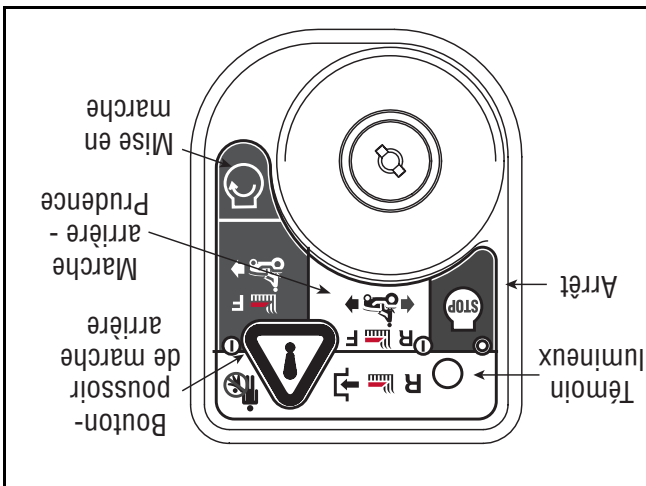

Figure 9
2. Déplacez la clé de la position « **NORMAL MOWING** » (Verte) (Tonte normale) à la position « **REVERSE CAUTION MODE** » (Jaune) (Marche arrière - Prudence). Voir la Figure 9.
3. Appuyez sur le **BOUTON-POUSSOIR DE MARCHÉ ARRIÈRE** (Bouton triangulaire orange) dans le coin supérieur droit du module d'allumage. Le témoin lumineux rouge dans le coin supérieur gauche s'allume quand la marche arrière est embrayée. Voir la Figure 9.